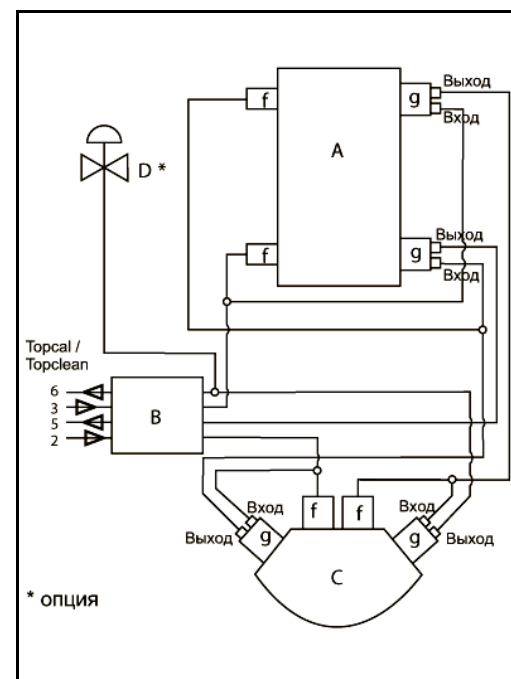
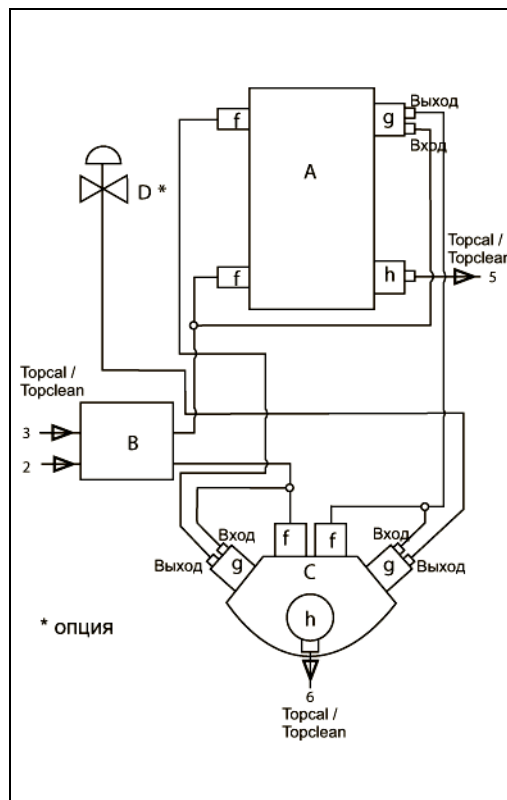

Рис. 14: Промывка с использованием шлангов
Рис. 16: Промывка с использованием шлангов
3. Разрежьте шланг подачи сжатого воздуха (Рис. 14, Рис. 16), идущий от блока пневматических соединений, вход "б", к соответствующему пневматическому переключателю предельного положения на приводе шарового клапана.